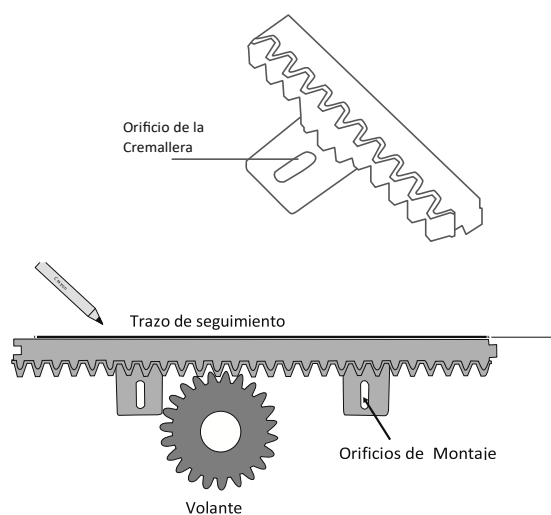
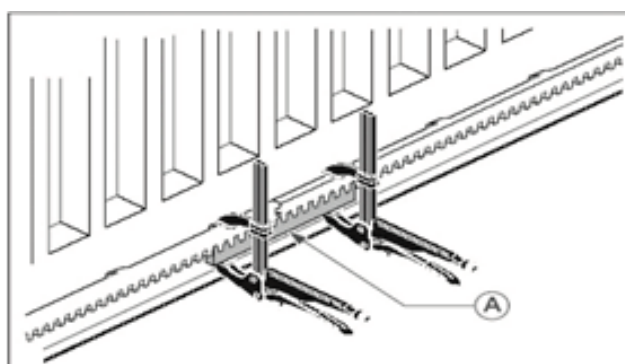

Figura 10
Figura 11
A) Coloque la primera rejilla en el piñón de arrastre y trace las ubicaciones de perforación completamente. El estante debe estar perfectamente horizontal. Marque un rasgo en la parte superior del estante. Proceda de esta manera en toda la longitud de la puerta. (Figura 10) Nota: Ayúdase a usar una pieza de rack para estabilizar 2 piezas de bastidores. (Figura 11)